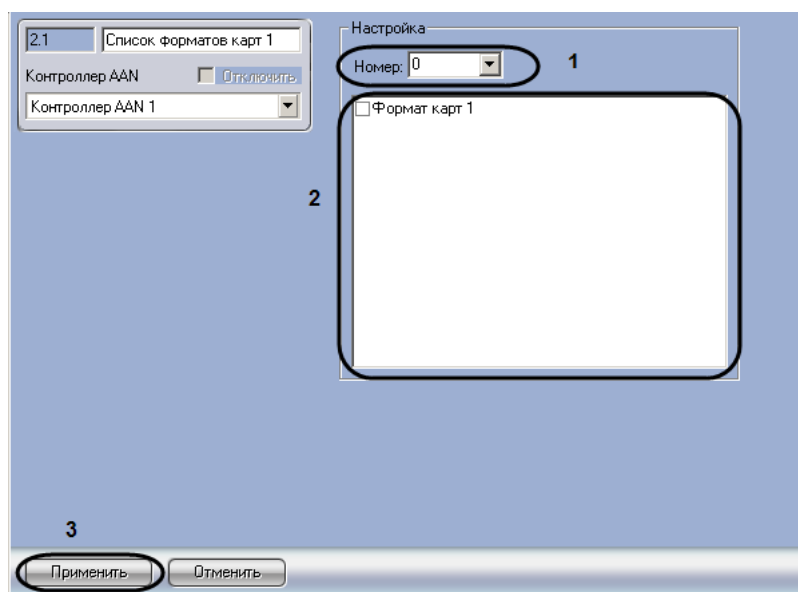

Рис. 3.5-4 Панель настроек объекта Список форматов карт
2. Перейти на панель настроек объекта **Список форматов карт** (Рис. 3.5-4).
3. Из раскрывающегося списка **Номер:** выбрать уникальный номер, присваиваемый данному списку форматов карт доступа (см. Рис. 3.5-4, 1).
4. Установить флажки напротив тех форматов карт доступа, которые необходимо включить в данный список (см. Рис. 3.5-4, 2).
5. Для сохранения изменений нажать кнопку **Применить** (см. Рис. 3.5-4, 2).